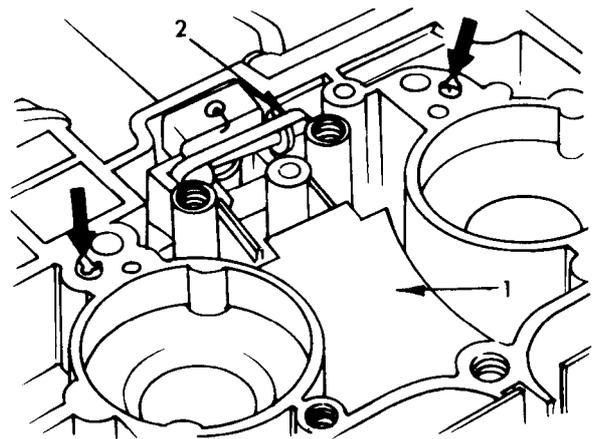

Bild 73
- Beschleunigerpumpe betätigen. Dabei soll an beiden Kugelventilen (Pfeile in Bild 73) gleichmäßig Kraftstoff austreten.
- Niederhalter («2» in Bild 73) und Schwimmer mit Schwimmernadel herausnehmen.